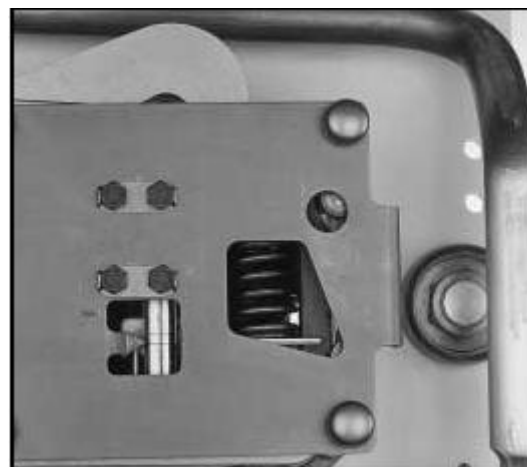

Рис. 31. Посмотрите в смотровое отверстие в верхнем правом углу
4. Слегка поверните рукоятку привода, пока верхняя защелка не защелкнется на приводном механизме шунтирующего переключателя. Это можно определить, посмотрев в смотровое отверстие в верхнем правом углу крышки шунтирующего переключателя (рис. 31).